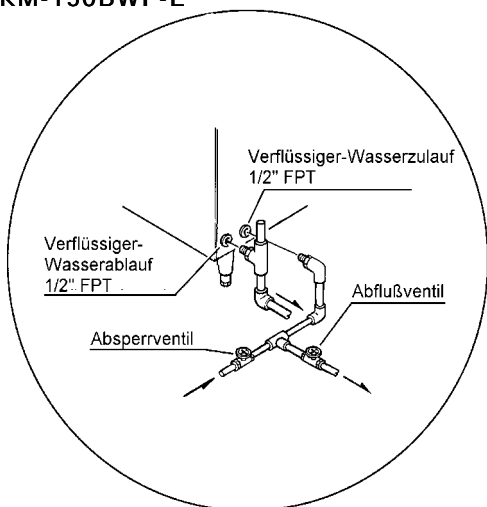

Abb. 2
6. WASSER- UND ABWASSER-ANSCHLÜSSE - Vgl. Abb. 2
- Der Abflußanschluß für die Eismaschine und den Vorratsbehälter hat ein Rohringengewinde $\frac{3}{4}$ ". Der Kondensatablauf ist eine Leitung mit 10 mm Innendurchmesser. Der Abfluß der Eismaschine und der Kondensatorabflußanschluß müssen separat vom Behälterablauf angeschlossen werden. Der Wasserbehälterablauf ist zu entlüften, damit während des Ausgabezyklus ein ausreichender Durchfluß erreicht wird. (Vgl. Abb. 2).
- Die Abflüsse sind nicht direkt an das Abwassersystem anzuschließen. Zwischen dem Ende der Abflußleitung der Eismaschine oder des Eisbehälters und dem Bodenablauf sollte ein vertikaler Mindestabstand von 5 cm vorhanden sein. (Vgl. Abb. 2).
- 7) Die Würfelührung und das Überlaufrohr zum Leeren des Wassertanks entfernen (siehe Abb. 2).